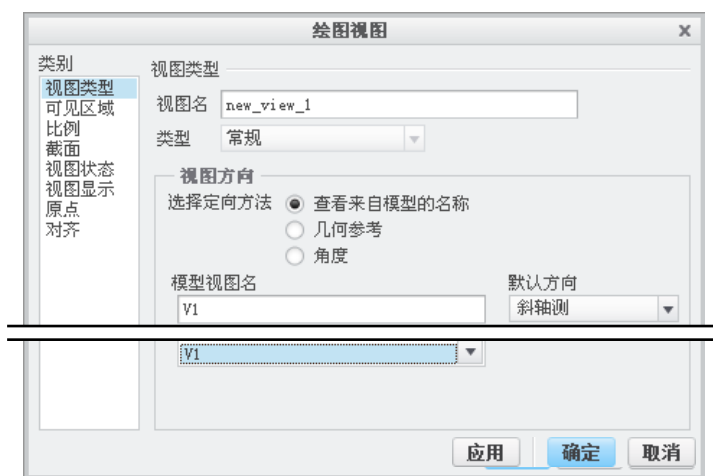

图 3.12.18 “绘图视图”对话框（一）
Step1. 在绘图区的空白处右击，在系统弹出的快捷菜单中选择 **普通视图 (P)** 命令。
Step2. 在系统 **选择绘图视图的中心点。** 的提示下，在图形区选取一点；系统弹出图 3.12.18 所示的“绘图视图”对话框（一），在 **模型视图名** 列表框中选取视图名称 **V1**，然后单击 **应用** 按钮，系统即按“V1”的方位定向视图。